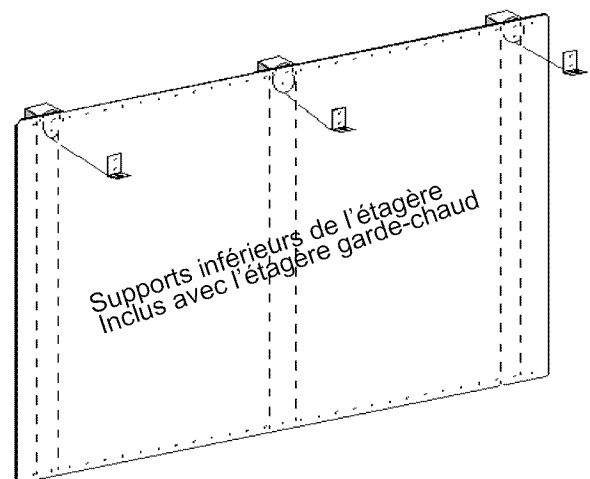

Figure 17 : Dossier de protection avec étagère garde-chaud
3. À l'endroit indiqué sur la *Figure 17* fixez les supports inférieurs fournis avec l'étagère garde-chaud à travers le dossier de protection, dans les montants de cloison.